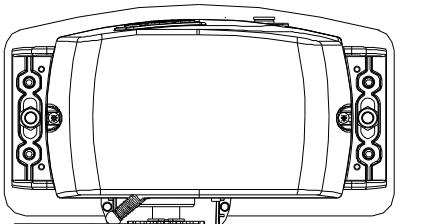
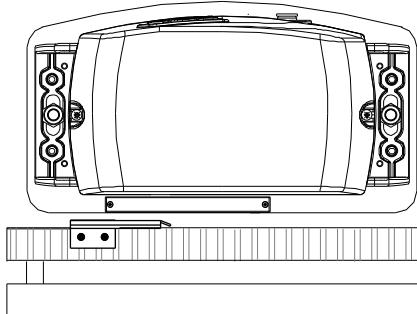
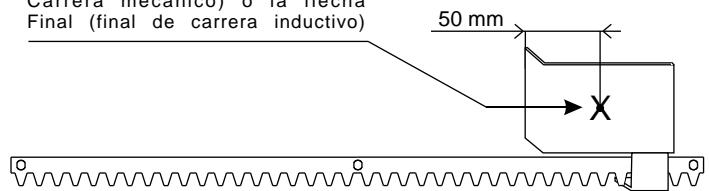

Fig. 14
Fig. 15
Fig. 16
- Posicionar la plaquita sobre la cremallera en modo de tener el final de carrera (palanquita en caso de final de carrera mecanico (Fig. 14); flechitas de indicacion puestas y en caso de final de carrera inductivo (Fig. 15)) en correspondencia con el punto X que se encuentra a 50 mm del lado doblado de la plaquita (fig. 16) y fijarla con los tornillos en dotacion (Fig. 17).
- Posicionar la plaquita en la cremallera en modo de tener el final de carrera en correspondencia del punto X que se encuentra a 50 mm del lado doblado de la plaquita (fig. 16) y fijarla con los tornillos en dotacion (Fig. 17).